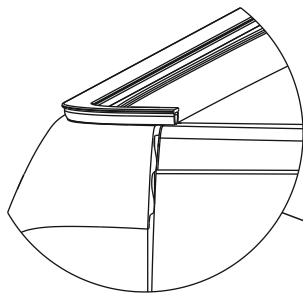

FIGURE 1
4. ADJUST REAR CLAMPS TO ACHIEVE 2 - 3MM COMPRESSION OF THE D-RUBBER ON THE TAILGATE. TAILGATE SHOULD SLIGHTLY GRAZE THE D-RUBBER WHEN CLOSING. (SEE FIGURE 1)